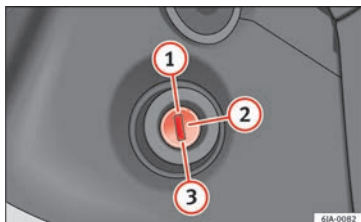

Fig. 89 Posições da chave da ignição.
- Durante o andamento com o motor parado, a chave da ignição tem de estar sempre na posição ② » » **Fig. 89** » Página 104 (ignição ligada). Esta posição é assinalada através das luzes de aviso. Não respeitar esta regra pode-
• O motor de arranque só pode ser acionado (posição da chave na ignição ③) » Fig. 89 » Página 104) se o motor estiver parado. Ao acionar o motor de arranque com o motor em movimento, este pode sofrer danos.
- Pise o pedal da embraiagem a fundo ② **» Fig. 89 » Página 104** e ligue o motor ③, sem pisar o pedal do acelerador. Mantenha pressionado o pedal da embraiagem até o motor arrancar.
- Solte a chave da ignição quando o motor arrancar. A chave volta à posição ②.
- Se ao fim de 10 segundos o motor não ligar, coloque novamente a chave na posição ①. Repita a operação após 30 segundos.
Desligue o motor rodando a chave da ignição até à posição ① **» Fig. 89 » Página 104**.